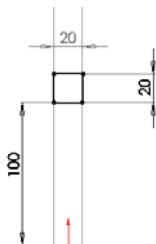

图 5-134 标注的草图
⑪ 标注尺寸。选择菜单栏中的“工具”→“标注尺寸”→“智能尺寸”命令,或者单击“尺寸/几何关系”工具栏中的“智能尺寸”图标,标注矩形两条边并约束其位置,结果如图 5-134 所示。